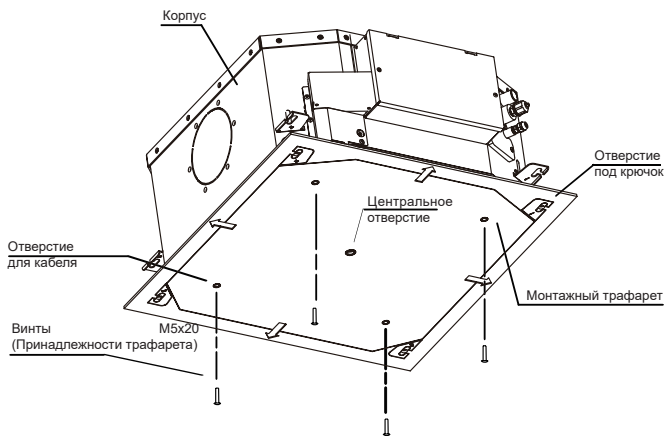

Рисунок 3.8
2. Как только блок поднят и закреплен, используйте винты M5x20 (включены в комплект поставки) для крепления монтажного трафарета (принадлежность 2) корпуса блока. Не забудьте перед этим проверить размеры и положение отверстия в потолке, а также наличие пространства для обслуживания. См. рисунок 3.8.